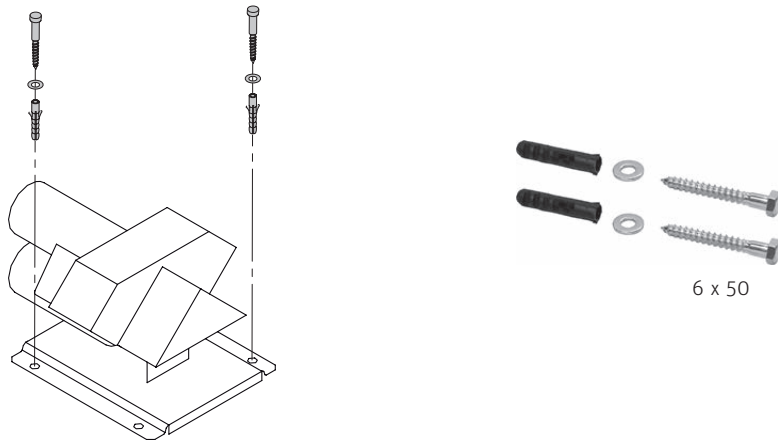

Fig. 16 Montage de sonde d'aspiration
- ▶ Visser les sondes sur le fond avec respectivement 2 vis de réglage 6x50 et rondelles – Fig. 16.